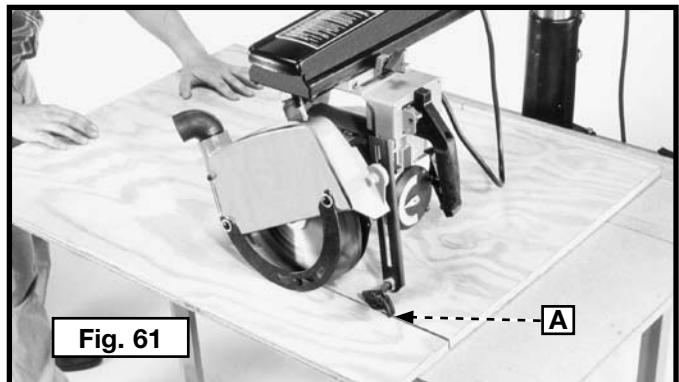

Fig. 61
Le sciage en long implique de faire une coupe en longueur dans une planche en suivant le fil du bois. Fixer le bras à « 0 » sur l'échelle à onglets. Positionner et fixer la fourche de sorte que la lame soit parallèle au guide en position de sciage vers l'intérieur ou l'extérieur. Lors de l'acheminement de la pièce, s'assurer qu'un bord est appuyé contre le guide avec le côté plat appuyé sur la table. Abaisser le protège-lame du côté de l'alimentation jusqu'à ce qu'il touche presque la pièce (fig. 61) de sorte qu'il fonctionne comme retenue. Réglar le couteau séparateur et les linguets antireculs (A), fig. 61, comme décrit sous la rubrique « **RÉGLAGE DU COUTEAU SÉPARATEUR ET DES LINGUETS ANTIRECULS** » du présent mode d'emploi. Garder les mains bien éloignées et sur le côté de la lame. Pour découper une pièce étroite en long, toujours utiliser un poussoir (fig. 62) pour acheminer la pièce entre le guide et la lame.
Un sciage vers l'extérieur est généralement le même qu'un sciage en long sauf qu'il s'agit de fixer la fourche à angle droit par rapport au bras sur rail avec le protège-lame dirigé vers **L'AVANT** de l'appareil. Positionner la tête de coupe sur l'échelle de sciage vers l'extérieur au réglage désiré et la fixer dans cette position. Faire avancer la pièce par le côté gauche de la scie. Une opération courante de sciage vers l'extérieur est illustrée à la fig. 61.
Le moteur de votre scie est équipé d'un relais de surcharge (A) Figure 61. Si le moteur s'éteint ou ne s'allume pas à cause d'une surcharge, ou d'une basse tension, basculer l'interrupteur en position « ARRÊT », laisser le moteur se refroidir pendant trois à cinq minutes, puis appuyer sur le bouton de réinitialisation (A). Le moteur peut alors redémarrer normalement. Les utilisations qui peuvent causer une surcharge sont : une découpe trop rapide, l'utilisation d'une lame émoussée, l'utilisation de la scie au-delà de ses capacités, etc.